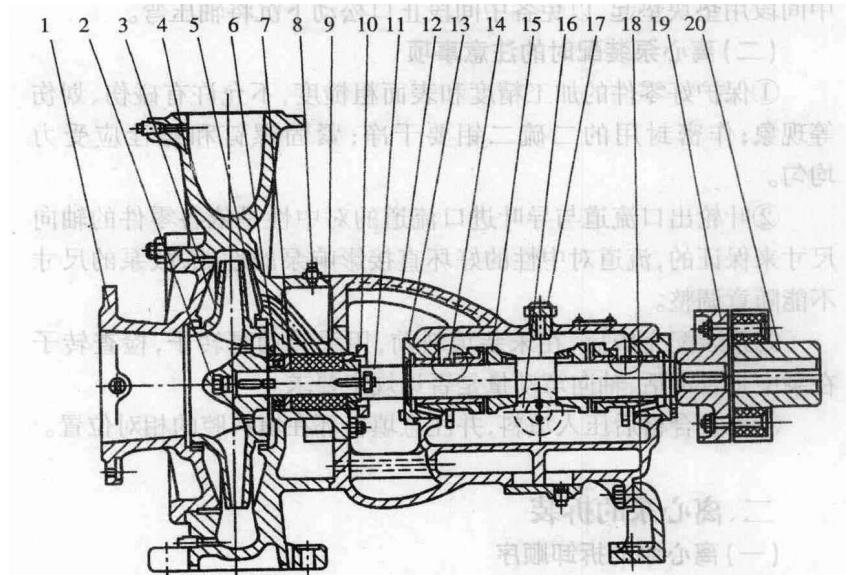

图 1-3 B 型单级单吸离心泵结构图
1. 单级单吸离心泵的拆卸 以图 1-3 所示的 B 型泵为例来说明此类型泵的拆卸顺序及方法。单级单吸泵的泵壳是整体的，转动部分套入壳内，叶轮呈悬臂状。具体拆卸顺序如下：